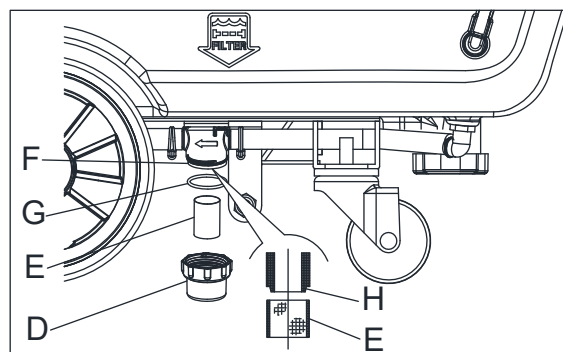

Figura 16
2. Asigurați-vă că mașina este oprită și cheia de contact (35) a fost scoasă.
4. Scoateți capacul transparent (D, Figura 16), și scoateți sita filtrului (E). Curățați-le și puneți-le pe suportul (F).